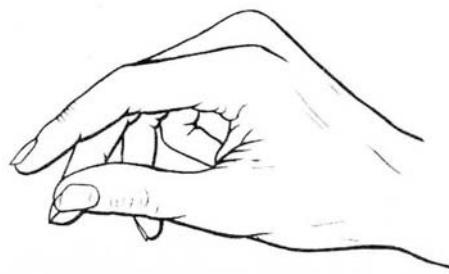

Figure 45 : Main en position de repos⁽⁶³⁾
- Position de repos (Figure 45) : permet de mettre la main au repos dans les cas de pathologies tendineuses (port diurne pendant 3 à 4 semaines) et rhumatismales (port nocturne car antalgie).